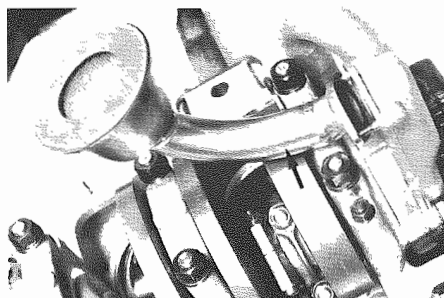

Fig. 87 - Togliere il tubo
- Togliere il tubo pescante olio (**Fig. 87**), e pulirlo. Estrarre l'anello di tenuta.
- Remove oil suction pipe (**Fig. 87**) and clean it. Take out seal ring.